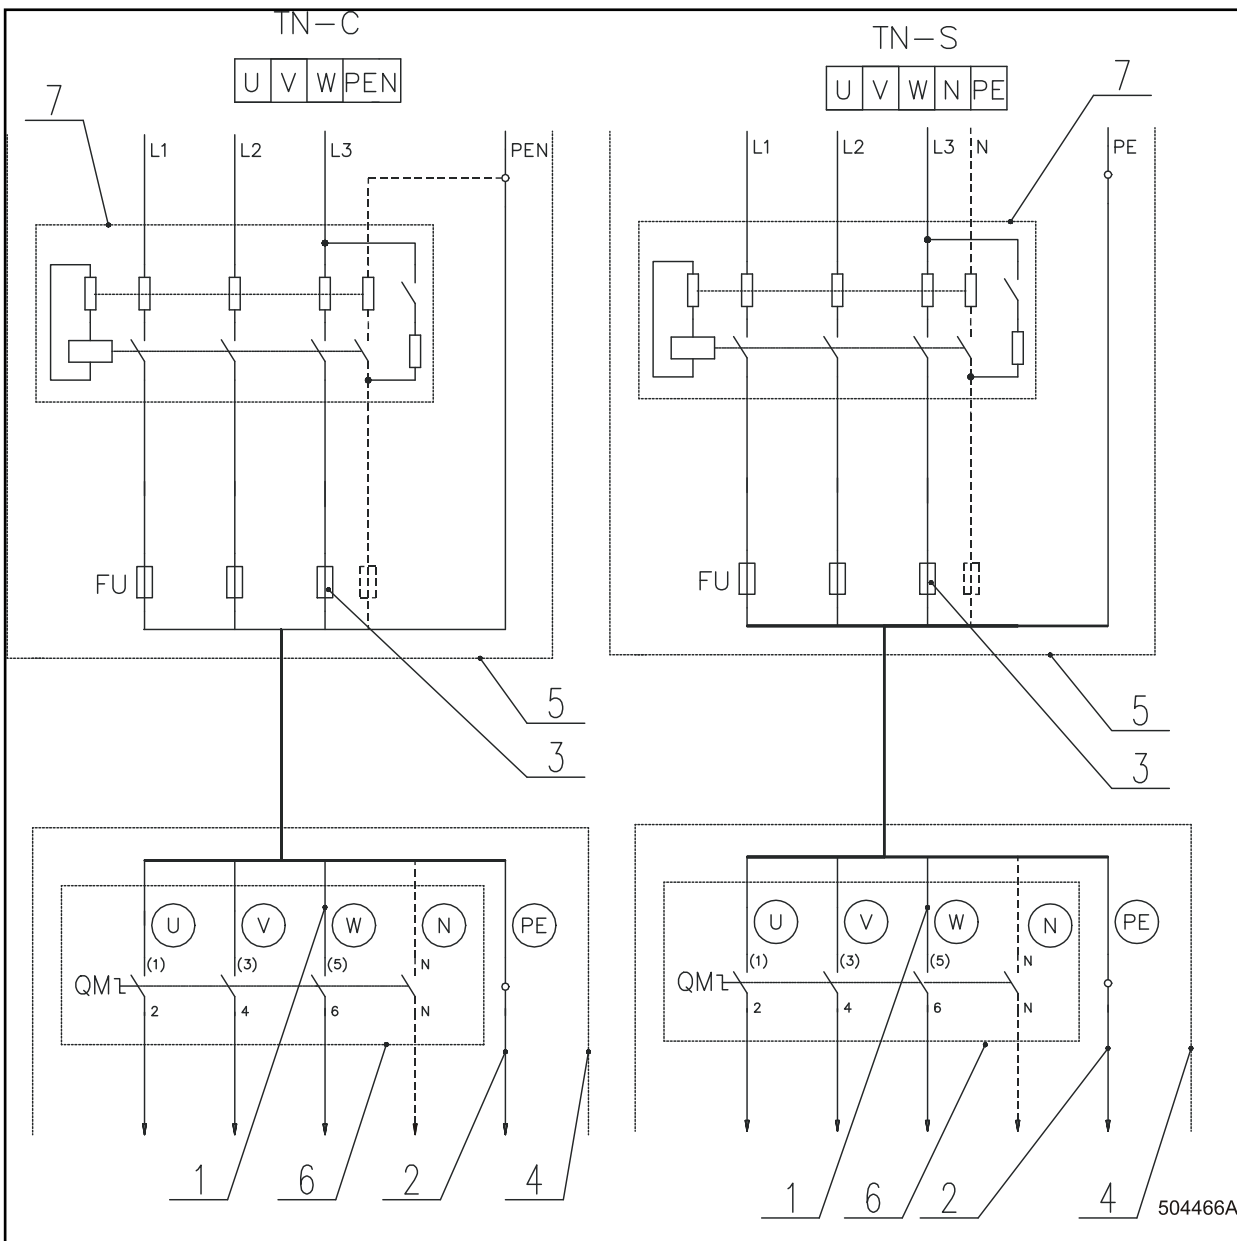

Figura 3.6.B.
- I contatti generali dell'interruttore differenziale devono corrispondere al valore dell'assorbimento specificato sulla targhetta della macchina. Il modo di collegamento dell'interruttore differenziale e il collegamento della macchina alla rete elettrica è rappresentato in figura 3.6.B.
- Figura 3.6.B. – collegamento della macchina alla rete elettrica TN-C e TN-S con interruttore differenziale.